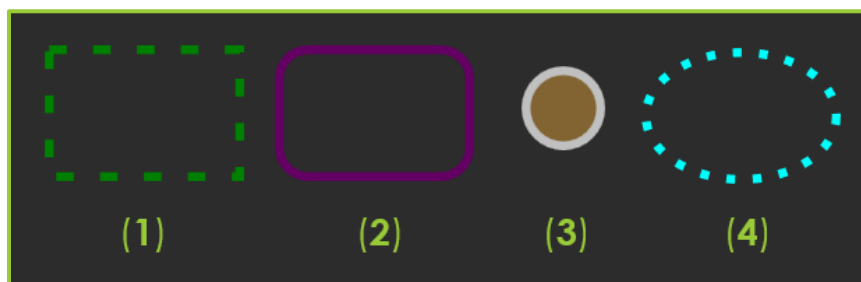

Рисунок 6.45 – Различные типы геометрических фигур с различными типами линии контура
- «**Фигура**» – задание типа фигуры (рисунок 6.45);